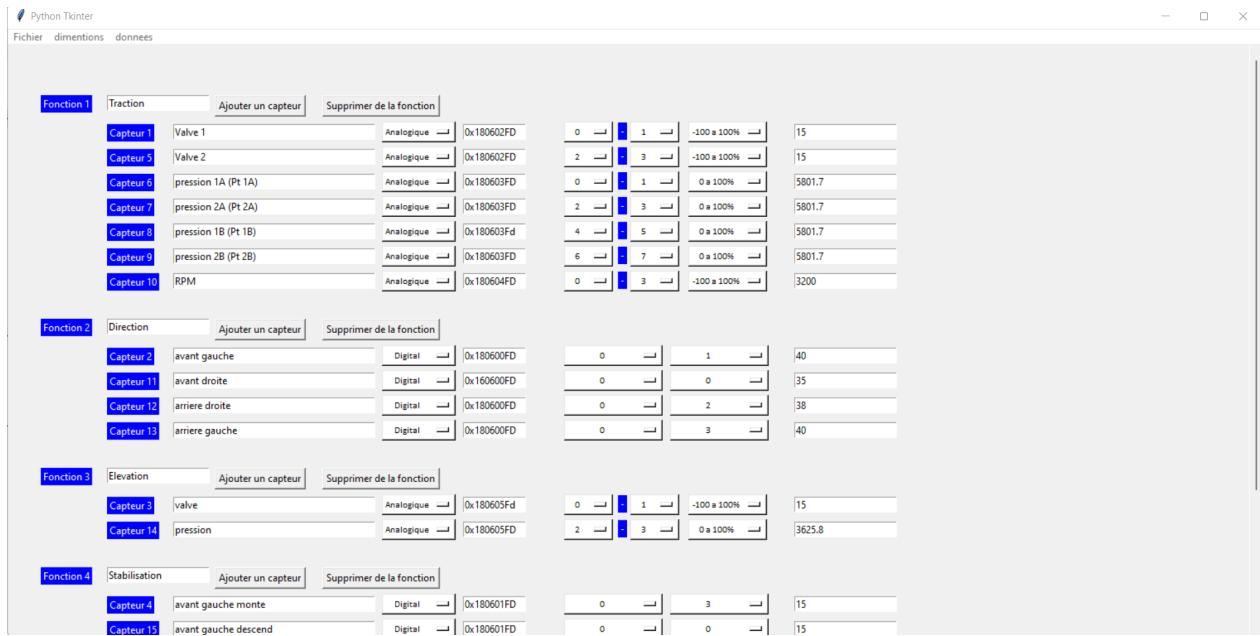

FIGURE 2.2 – Exemple d’interface (avec le document Excel)
5. Lorsque toutes les informations sont entrées (voir les Figures 2.2 et 2.3), sélectionnez l'option *Exportation pour RPI* sous le menu *donnees*.